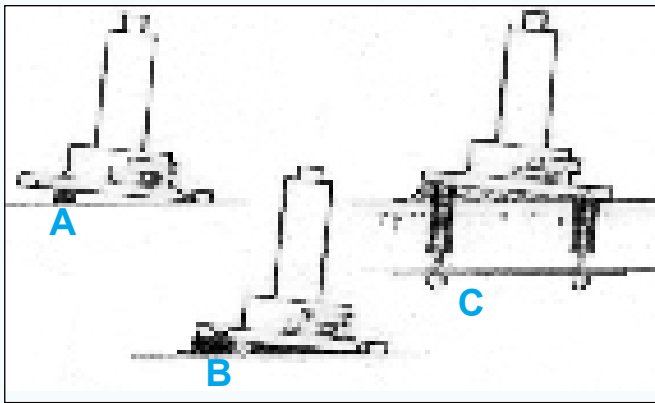

Abbildung 19
2. Befestigen Sie Klötzchen an der Grundfläche, um die Unterseite des Beschlages auf die gewünschte Höhe anzuheben und anzupassen (z. B. an Deck angepaßtes Fundament, Abbildung 19„A“).
4. Positionieren Sie den Beschlag, stellen Sie ihn auf die Klötzchen (Abbildung 19„B“) und drehen Sie die Schrauben ein.
5. Verstreichen Sie das überschüssige Epoxidharz um das Fundament in die gewünschte Form der Hohlkehle (Abbildung 19„C“). Lassen Sie das Epoxidharz vollständig aushärten, bevor Sie den Beschlag belasten. Schützen Sie freiliegendes Epoxidharz vor UV-Strahlen. (Weitere Angaben finden Sie unter „Das Finish“ auf Seite 29).